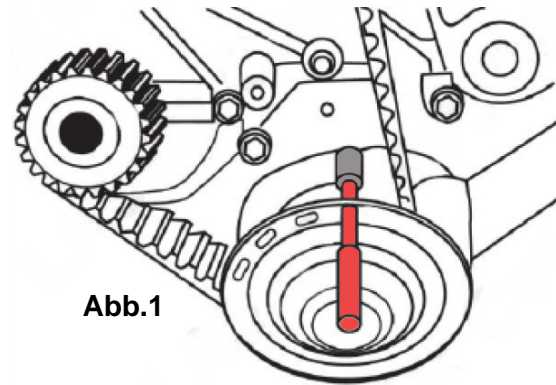
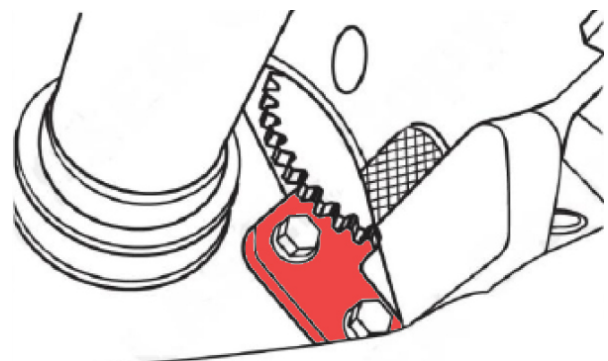

Abb.1
Abb.3
Dieser Stift wird zum Festsetzen der Kurbelwelle in Einstellposition verwendet. Es passt durch eine Bohrung in der vorderen Riemenscheiben-Führungsplatte (siehe Abb.1).
Speziell für Motoren im BMW Mini entwickelt. Dieses Werkzeug ermöglicht eine Schwungrad- / Kurbelwellen-Fixierung während dem Lösen und Festziehen der Riemenscheiben-Verschraubung (siehe Abb.3).
1. Entfernen Sie die Schwungradabdeckung und Installieren Sie das Werkzeug (3) (siehe Abb.3).
3. Entfernen Sie das Werkzeug (3) und drehen Sie die Kurbelwelle auf Zünd-OT 1. Zylinder.
5. Installieren Sie die Werkzeuge (1) und (2) wie in Abbildung 1 und 2 gezeigt.